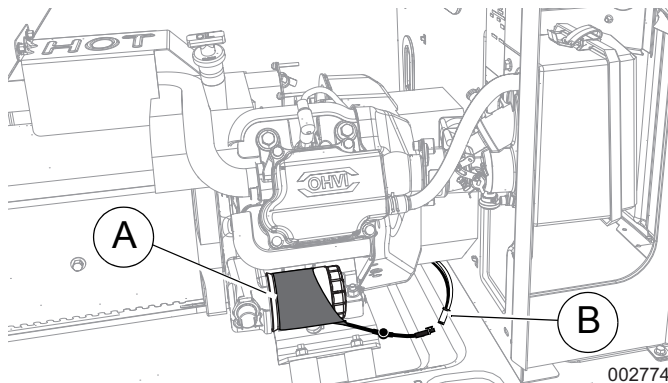

Figure 3. Installation du réchauffeur de filtre à l'huile (modèles de 9 kW)
2. Voir Figure 3. Installez le filtre à huile neuf, et serrez à la main jusqu'à ce que le joint entre en contact avec la surface d'étanchéité. Serrez ensuite le filtre à huile d'un tour complet, toujours à la main. Faites glisser le réchauffeur (A) du filtre à huile par-dessus le filtre à huile, tel qu'illustré, en veillant à ce que la fiche du connecteur soit en bas.